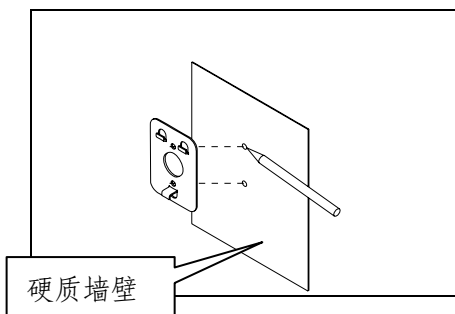

图 6
3.3.3.1.1 如图 6 所示, 以支架安装孔和出线孔为模板,在墙壁上画出打孔位置并打孔.将所需与球机相连接的电源线,视频线, RS485 控制线,地线自墙孔中穿出待连接.